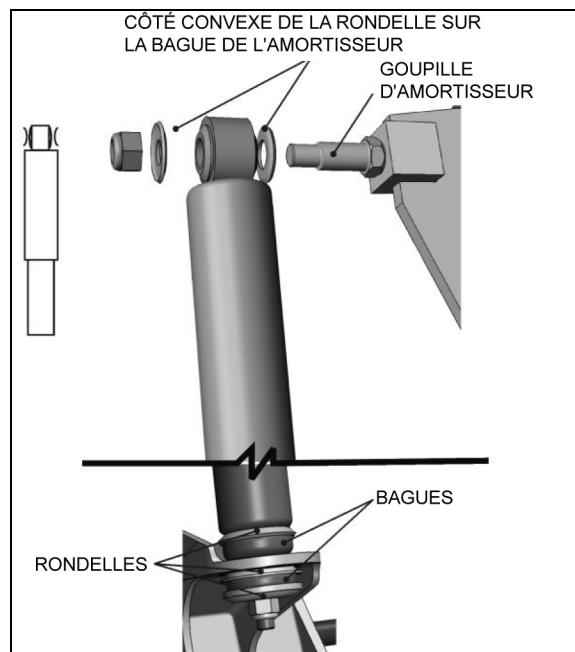

FIGURE 37 : CONFIGURATION TYPE D'AMORTISSEUR
Des amortisseurs télescopiques à double action assurent le confort et la stabilité du véhicule sur la chaussée. L'essieu auxiliaire est équipé de deux amortisseurs et l'essieu moteur est équipé de quatre amortisseurs (Figure 37).
1. Enlever les écrous et rondelles des amortisseurs sur le goujon de montage supérieur et le support de montage inférieur. Identifier les rondelles intérieure et extérieure en vue de la repose. Se reporter à Figure 37 pour les détails.